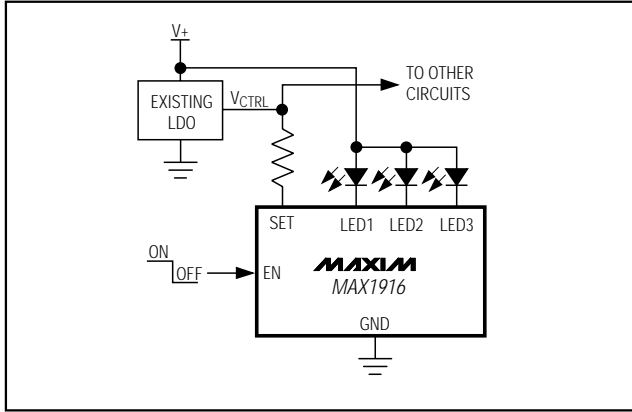

図2. 超低価格、高効率ソリューション
- 1) 超低価格、高効率ソリューション(図2)：バッテリー(シングルLi+又は3個のNiMH電池)はLEDを直接駆動します。これは最も安く、最も効率的なアーキテクチャです。白色LED(3.3V)はフォワード電圧が高いため、バッテリー寿命の末期にLEDの輝度が多少暗くなることがあります。MAX1916の電流安定化アーキテクチャ及び低ドロップアウト特性のために、シンプルバラスト抵抗方式に比べて、この影響を最小限に抑えられます。MAX1916のイネーブル機能がLEDの点灯、及び消灯を行います。既存の低ドロップアウトレギュレータは $V_{CTRL}$ として使用されます。